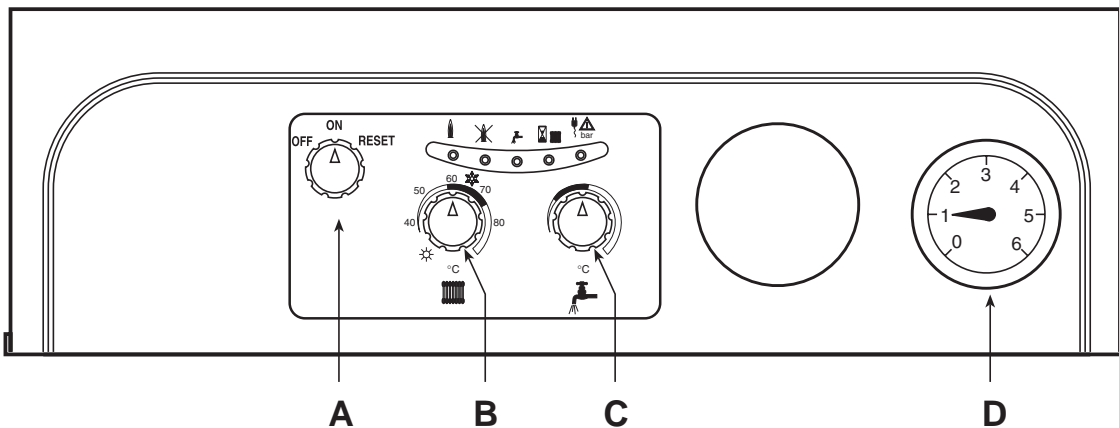

Fig. 10
“HIVER” () (fig. 10)
“ETE” () (fig. 10)
- Faire tourner le commutateur (A - Fig. 10) pour le mettre sur ON.
- A ce moment-là, il est possible de décider comment faire fonctionner la chaudière, soit pour le chauffage et la production d'eau chaude sanitaire, soit pour la production d'eau sanitaire uniquement. Si l'on choisit la première solution: chauffage + eau chaude sanitaire, il faut mettre le bouton B (Fig. 10) en position Hiver à un endroit qui correspond à plus de 50°C et celui du thermostat, s'il y en a un, sur la valeur de température voulue. A ce moment-là, le brûleur s'allume et la chaudière commence à marcher automatiquement, car elle est contrôlée par les dispositifs de réglage et de sécurité.
Si l'on choisit la deuxième solution: eau chaude sanitaire uniquement, il faut mettre le bouton B (Fig. 10) en position Eté.
Note - Une fois les manoeuvres d'allumage effectuées correctement, si les brûleurs ne s'allument pas et si la lampe témoin de blocage s'allume, il faut attendre 15 secondes environ, puis faire tourner le bouton A (Fig. 10) pour le mettre en position **RESET** (remise en marche) et le relâcher. La carte électronique répétera le cycle d'allumage. Si, au bout de la deuxième tentative, si les brûleurs ne s'allument toujours